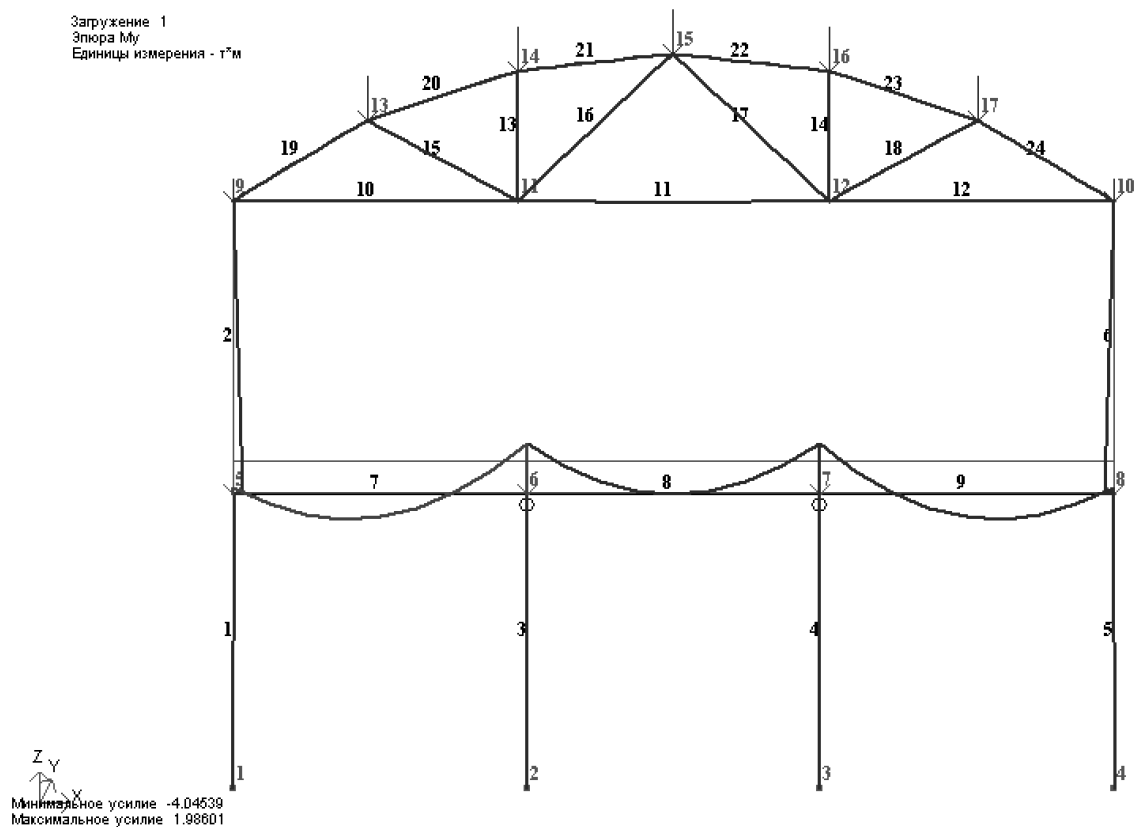

Рис.3.20. Эпюры изгибающих моментов M_y
- Выведите на экран эпюру M_y (рис.3.20) с помощью меню **Усилия** ⇒ **Эпюры** ⇒ **Эпюры изгибающих моментов (M_y)** (кнопки , а затем  на панели инструментов).